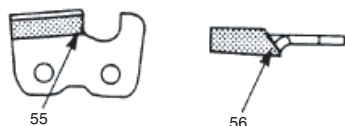

Fig. 47
6) Limez suffisamment pour éliminer tous les dégâts survenus au tranchant des lames (platine supérieure (55) et platine latérale (56)) du maillon-gouge. (Fig. 47)